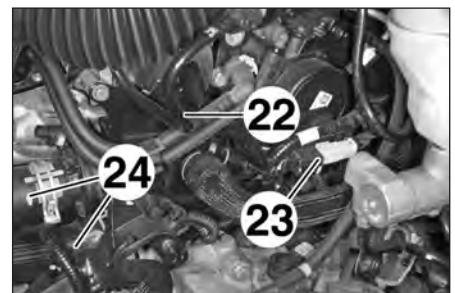

FIG.111
- la canalisation (22) de la pompe à dépression et la dégrafer (Fig.111),
- le connecteur (23) de la sonde de température des gaz d'échappement,
- les durits d'eau (24) du boîtier de sortie d'eau,